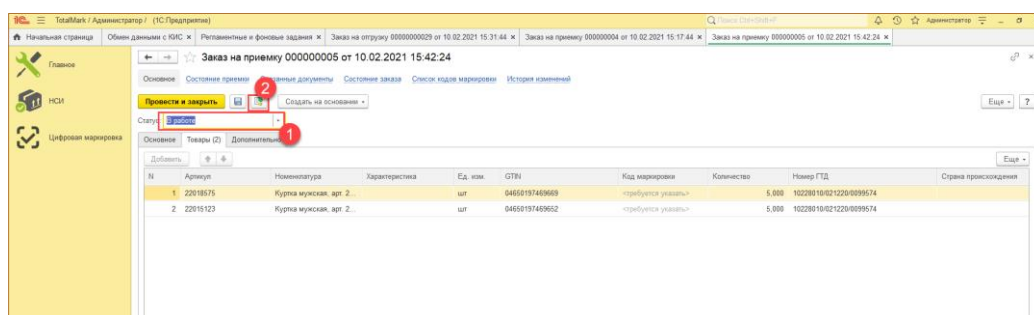

Рис. 10-10 - Работа с Заказом на приемку в Total Mark
- 3.4. Затем перевести Заказ в статус «В работе» и провести (Рис. 10-10),;